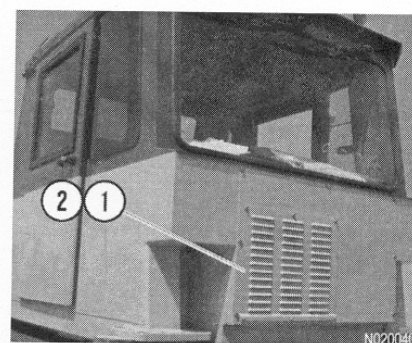

FIGURA 2-4
10. FILTRO DE AIRE DE LA CABINA - Bajo condiciones de operación normales, limpie cada 250 horas. Cuando haya mucho polvo, realice el servicio con la frecuencia necesaria. Limpie el elemento del filtro con jabón suave y agua, enjuague completamente y seque con aire, a una presión máxima de 40 psi (275 kPa). Vuelva a montar el filtro. Consulte la Figura 2-4.